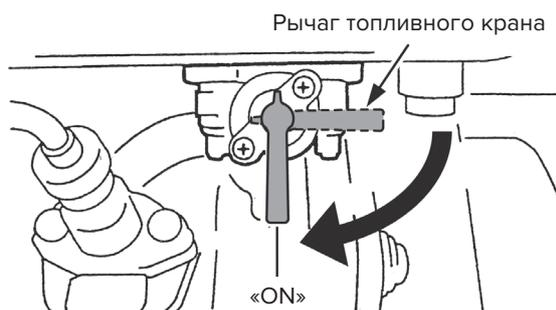

Рис. 14
1. Откройте топливный кран (при его наличии) (рис. 14).